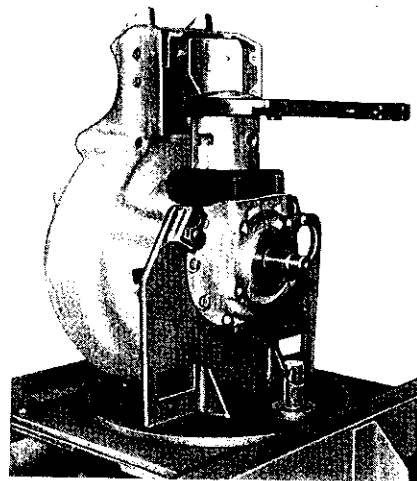

Bild 38. Kolbenringklemme aufsetzen
11. Kolbenringklemme aufsetzen (Bild 38).